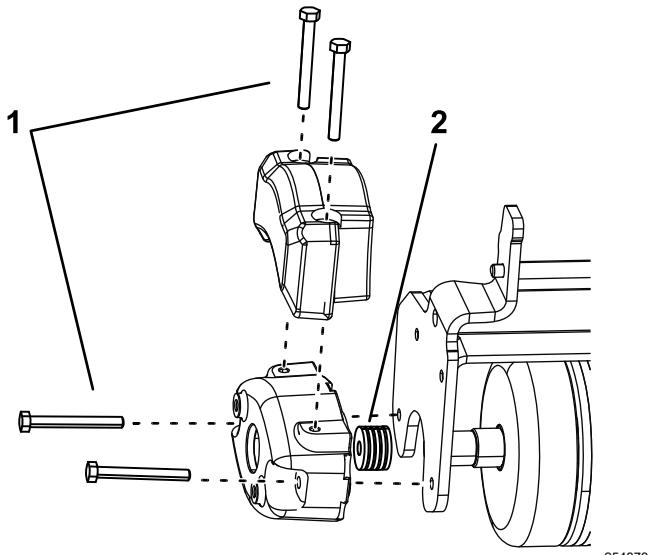

Figure 7
- Installez 2 boulons (5/16"-18 x 2³/₄") comme illustré à la Figure 7.
- Installez 4 entretoises (1/8") par boulon entre le contrepoids et la plaque latérale du rouleau triple (Figure 7).